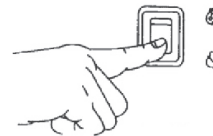

Рис. 9
1. Поверните выключатель зажигания в положение «STOP» (Рис. 9).